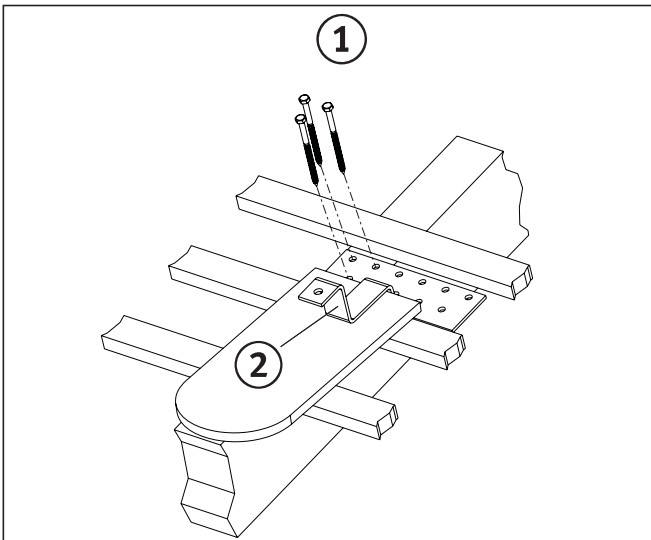

Abb. 4.12 Haltebügel verschrauben
- Bohren Sie die Sparren mit 6 mm Bohrer vor. Schrauben Sie die Haltebügel (Abb. 4.12, Pos. 2) mit Holzschrauben 8 x 120 mm (Pos. 1) auf den Sparren.